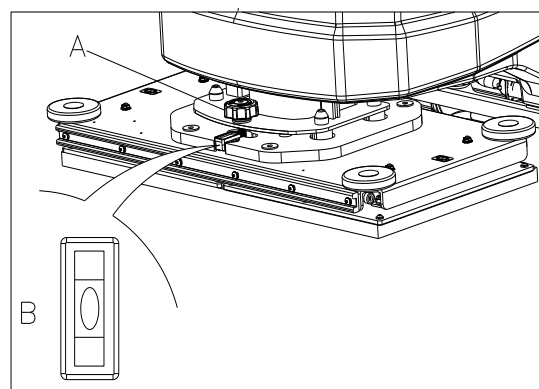

Рис. 14
1. Вставьте ключ зажигания (42) и поверните его в положение «I». Опустите щеточную деку (25), нажав на кнопку быстрого запуска (49)
2. Отрегулируйте уровень деку при помощи регулирующей рукоятки (A, Рис. 14) таким образом, чтобы пузырек находился в середине (B, Рис. 14).